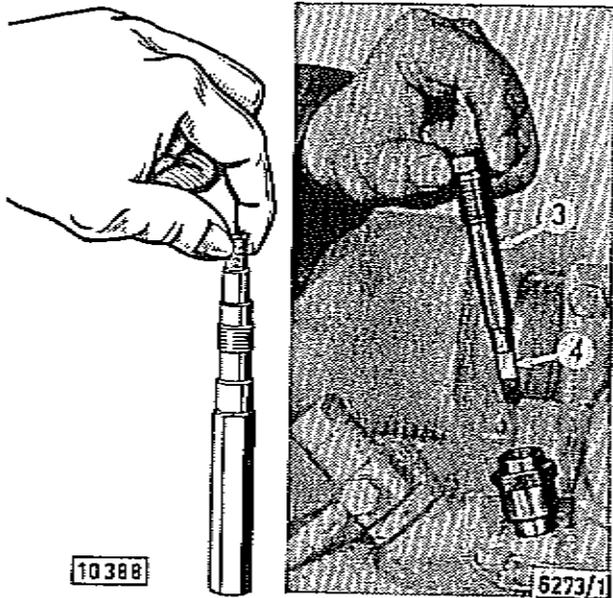

Bild 8
3. Glimmpapierhalter 3 (Bild 8) aus dem Zylinderkopf schrauben, ein trockenes selbstzündendes Glimmpapier 4 mit dem nicht imprägnierten (weichen) Ende fest in den Halter einstecken und Halter wieder gut einschrauben. Das Glimmpapier sitzt dann fest genug, wenn man den Halter am herausstehenden Glimmpapierende anheben kann.